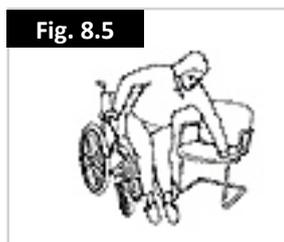

Fig. 8.5
8.9 Transferencias (Fig. 8.5):